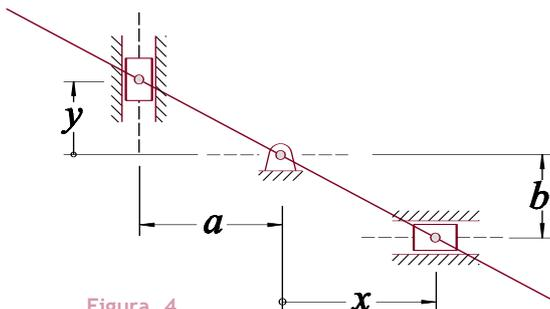

Figura. 4
4. Para o mecanismo da **figura 4**, relacione a variável  $x$  em função da variável  $y$  em termos de deslocamento, velocidade e aceleração.